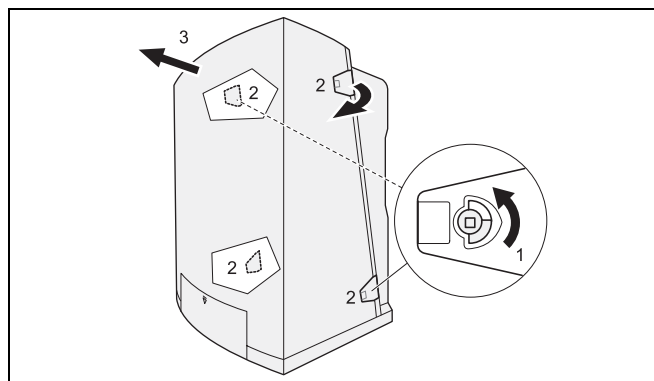

Fig. 4 Togliere il rivestimento
- Allentare di un quarto di giro le due chiusure a baionetta con la chiave di sfiato (fig. 4, pos. 1).
- Aprire le chiusure a scatto (fig. 4, pos. 2).
- Togliere il rivestimento sollevandolo e tirandolo in avanti (fig. 4, pos. 3) senza prenderlo per le chiusure.